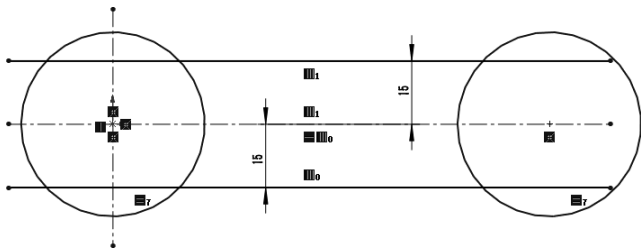

图 2-127 添加约束效果
STEP 6 单击“草图”工具栏“显示/删除几何关系”>“添加几何关系”按钮, 分别选中右侧圆的圆心和水平中心线，为其添加重合约束；再为两个圆添加相等约束，如图 2-127 所示。